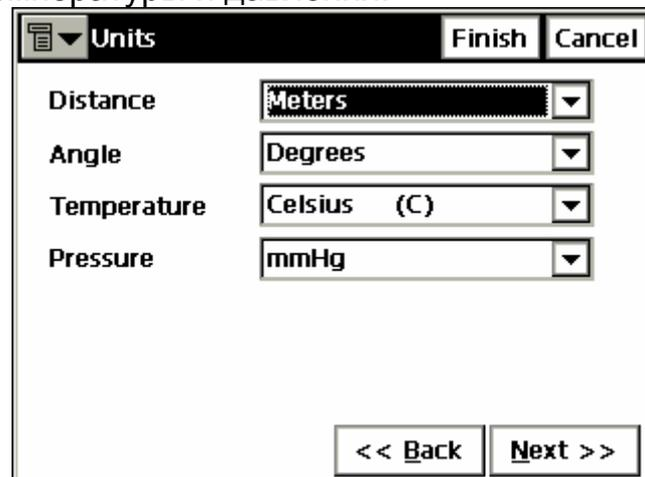

Рисунок 3-63. Единицы измерения
2. В окне **Units (Единицы Измерения)** выберите систему единиц измерений, которой Вы бы хотели пользоваться при измерении расстояний и углов, после чего нажмите **Next (След)** (рис. 3-63). Если Вы работаете с тахеометром, выберите также систему единиц измерения температуры и давления.
4. Чтобы включить звуковые сигналы контроллера, приемника или тахеометра, в окне **Alarms (Сигналы)** пометьте поле Audible Alarm (Звуковой Сигнал). Поставьте галочки напротив названий нужных Вам сигналов (рис. 3-63).